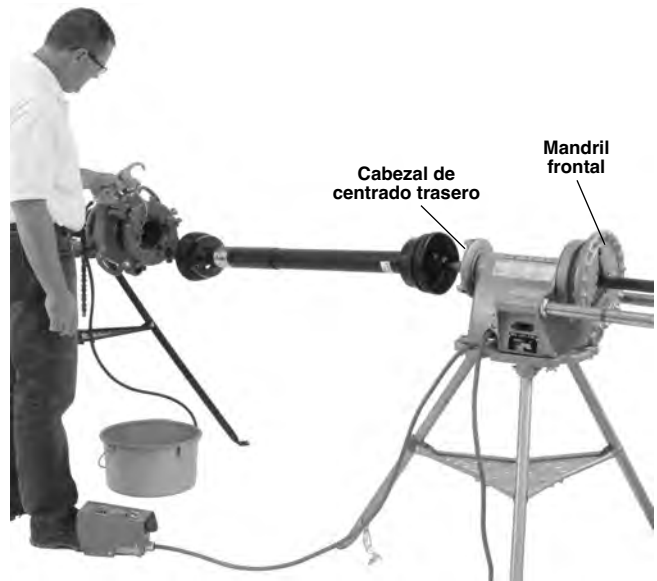

Figura 11 – Roscado con el eje de funcionamiento universal
10. Adopte la postura correcta par trabajar de tal modo que pueda controlar la máquina y el proceso (vea la Figura 11).